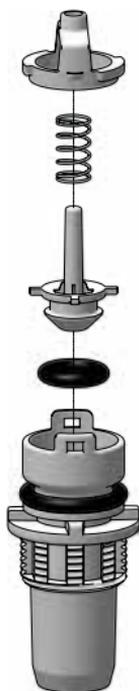

Fig. 25
- Procéder au remontage en suivant l'ordre et la position du schéma (**Fig. 25**).